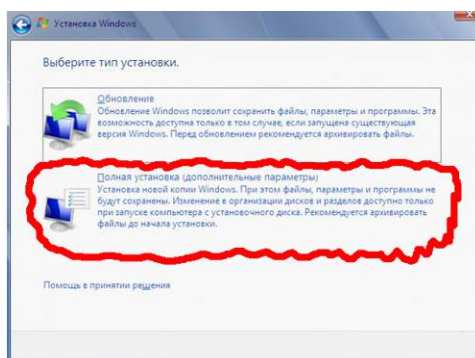

Рисунок 11 – Выбор полной установки
3) Теперь выбираем полную установку (рисунок 11).